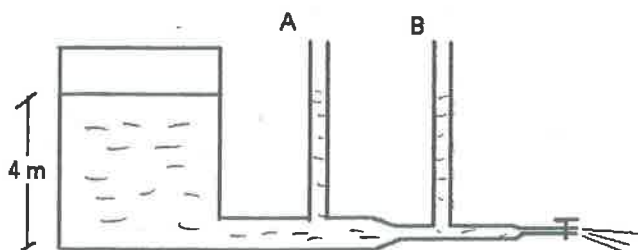

Figura 1
1.- Sea el depósito cerrado de la **Figura 1**, que contiene agua hasta un nivel de **4 m** sometida a una presión manométrica de **4800 Pa**. La salida al exterior se efectúa a través de una tubería de sección circular que sale del fondo del depósito. La sección de salida es de **20 cm²**, a continuación se reduce a **10 cm²**, y en el último tramo, que desemboca en la atmósfera, es de **5 cm²** y tiene una llave de paso al final. En el primer y el segundo tramo se colocan sendos **tubos A y B** para medir la presión.